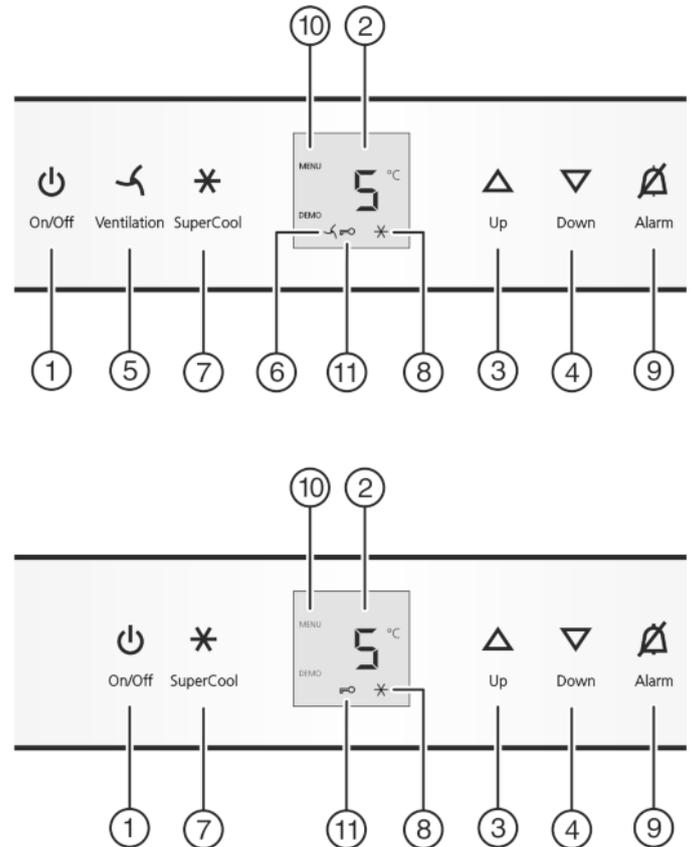

Fig. 2
- Premere il tasto On/Off Fig. 2 (1).
- ▶ Attivazione del modo regolazione: Premere il tasto SuperCool Fig. 2 (7) per ca. 5 sec..
- ▷ Il simbolo Menu Fig. 2 (10) si illumina.
- ▶ Premere brevemente il tasto SuperCool Fig. 2 (7) per confermare.
- ▶ Per inserire la sicurezza bambini premere brevemente il tasto SuperCool Fig. 2 (7).
- ▷ Il simbolo Sicurezza bambini Fig. 2 (11) si illumina. Nel display lampeggia **c**.
- ▶ Per disinserire la sicurezza bambini premere brevemente il tasto SuperCool Fig. 2 (7).
- ▷ Il simbolo Sicurezza bambini Fig. 2 (11) si spegne. Nel display lampeggia **c**.
- ▶ Disattivazione del modo regolazione: premere il tasto On/Off Fig. 2 (1).
- ▶ Premere il tasto Allarme Fig. 2 (9).
- ▶ Regolazione della temperatura su valori più caldi: Premere il tasto di regolazione Up Fig. 2 (3).
- ▶ Regolazione della temperatura su valori più freddi: Premere il tasto di regolazione Down Fig. 2 (4).
- ▶ Premere brevemente il tasto SuperCool Fig. 2 (7).
- ▷ Il simbolo SuperCool Fig. 2 (8) si illumina nel display.
- ▷ Il simbolo SuperCool Fig. 2 (8) si spegne nel display.
- ▶ Premere brevemente il tasto Ventilation Fig. 2 (5).
- ▷ Il simbolo Ventilation Fig. 2 (6) si illumina.
- ▷ Il simbolo Ventilation Fig. 2 (6) si spegne.